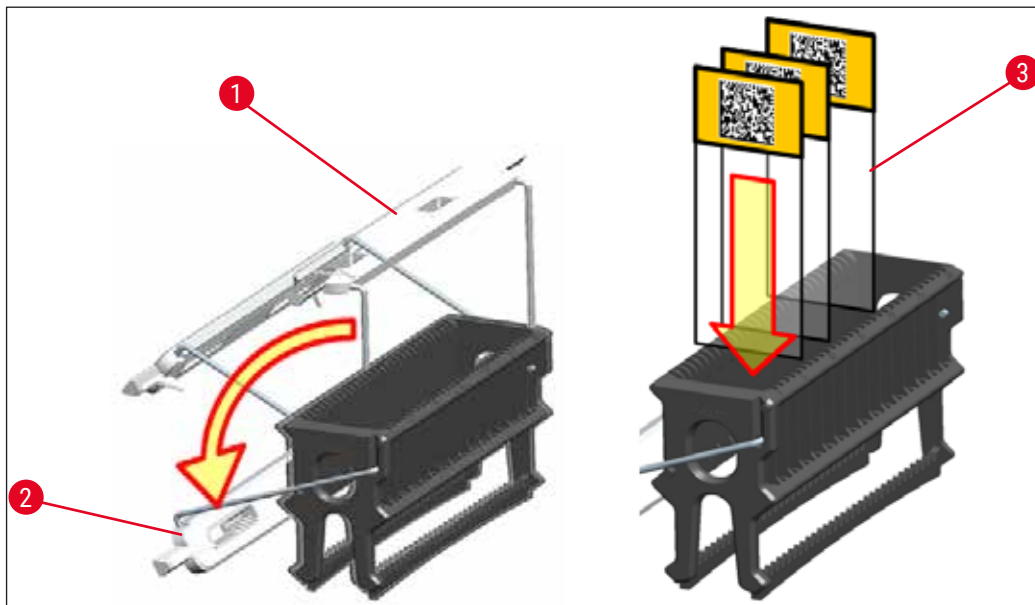

Fig. 83
- La face avant du support de lames est repérée par le logo Leica. Une fois la poignée fixée, la mention **FRONT** est visible sur la poignée (→ "Fig. 83").
1. Rabattre la poignée du support de lames en position verticale (→ "Fig. 83").